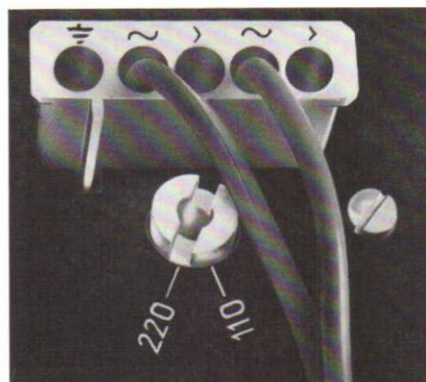

Fig. 2
B. No. 213 982, AMP-No. 160 565/1 (fig. 2)
Lorsqu'on raccorde le tourne-disques soit à un récepteur tous courants ou d'un auto-transformateur soit à un amplificateur d'un raccordement pareil, une mise à la terre spéciale de la platine est nécessaire. Une cosse est prévue à cet effet sur la fiche de branchement d'alimentation (fig. 2 et 3).